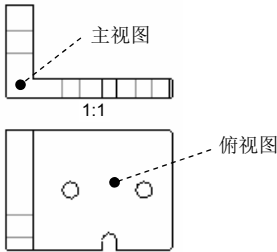

图 10.11.6 创建俯视图
Step2. 选择图 10.11.6 所示的主视图，然后右击，在弹出的快捷菜单中选择 **插入投影视图...** 命令。
Step3. 在系统 **选择绘图视图的中心点。** 的提示下，在图形区的主视图的下部任意选择一点，系统自动创建俯视图，如图 10.11.6 所示。